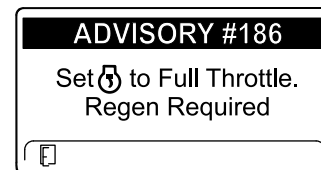

Figura 47
**Nota:** Se l'InfoCenter visualizza ADVISORY #186 (Figura 47), regolate il motore a pieno regime (minimo superiore) per consentire alla rigenerazione di ripristino di continuare.